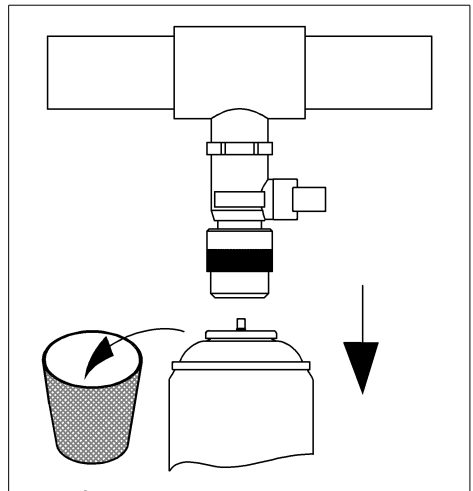

Fig. 5: Éliminer l'aérosol QUICK-DOS
- Videz l'aérosol QUICK-DOS intégralement et le retirez par la suite (cf. fig. 5).